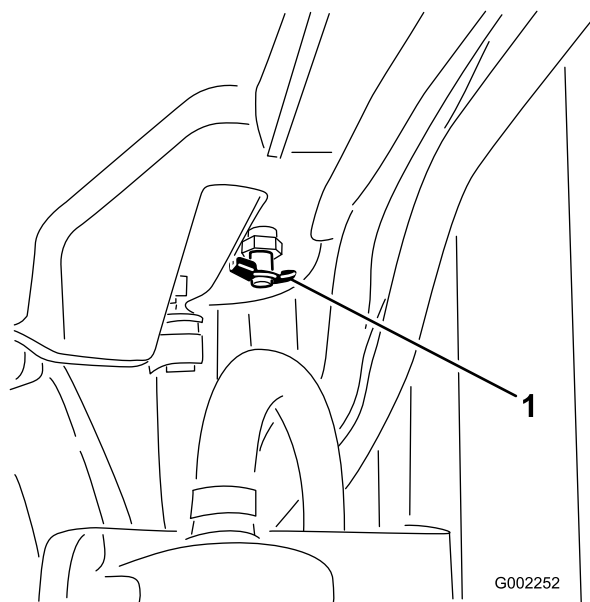

Figura 67
4. Aprite il tappo di spurgo (Figura 67) e scaricate il refrigerante nella bacinella.
5. Chiudete il tappo di spurgo (Figura 67).